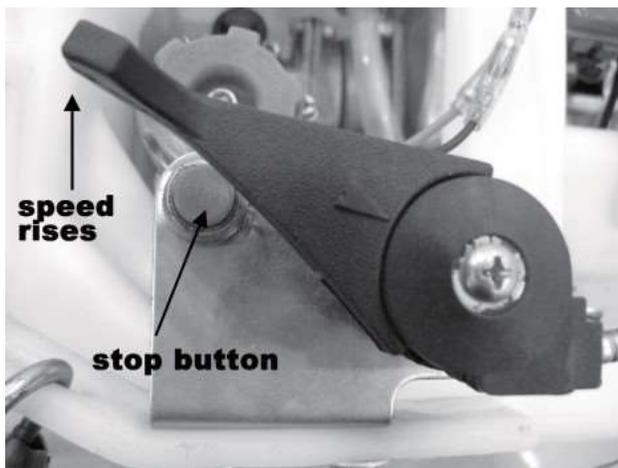

Figura 3
5.2.3 Coloque la manija de combustible en la posición inicial (aproximadamente un tercio de toda la escala). Véase la figura 3.